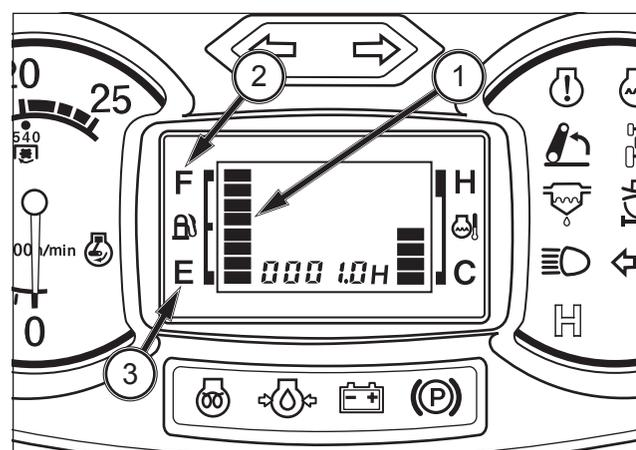

FIG. 41
**FIG. 41 :** La jauge de carburant (1) utilise un graphique à colonnes pour indiquer le niveau du gazole dans le réservoir de carburant. Plus les barres sont rapprochées de l'icône de réservoir plein (2), plus le réservoir est rempli.